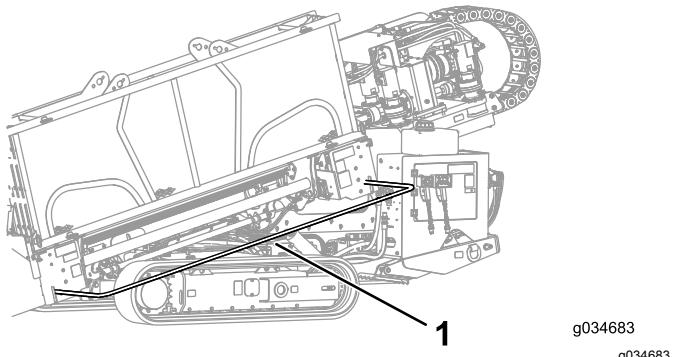

Figura 41
4. Baje la barra de seguridad peatonal y sujetela (Figura 41).